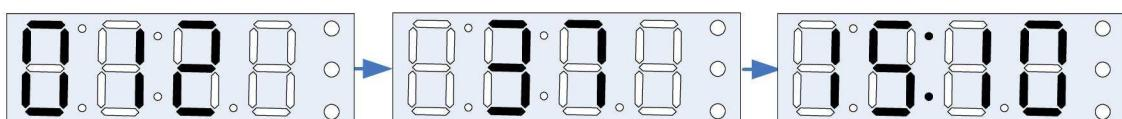

Рис. 12
2.3.5 Для примера, на Рис. 12, приведены показания индикатора, соответствующие номеру РО – 012, уровню заряда аккумулятора – 37%, текущему времени встроенных часов – 15 часов 10 минут.